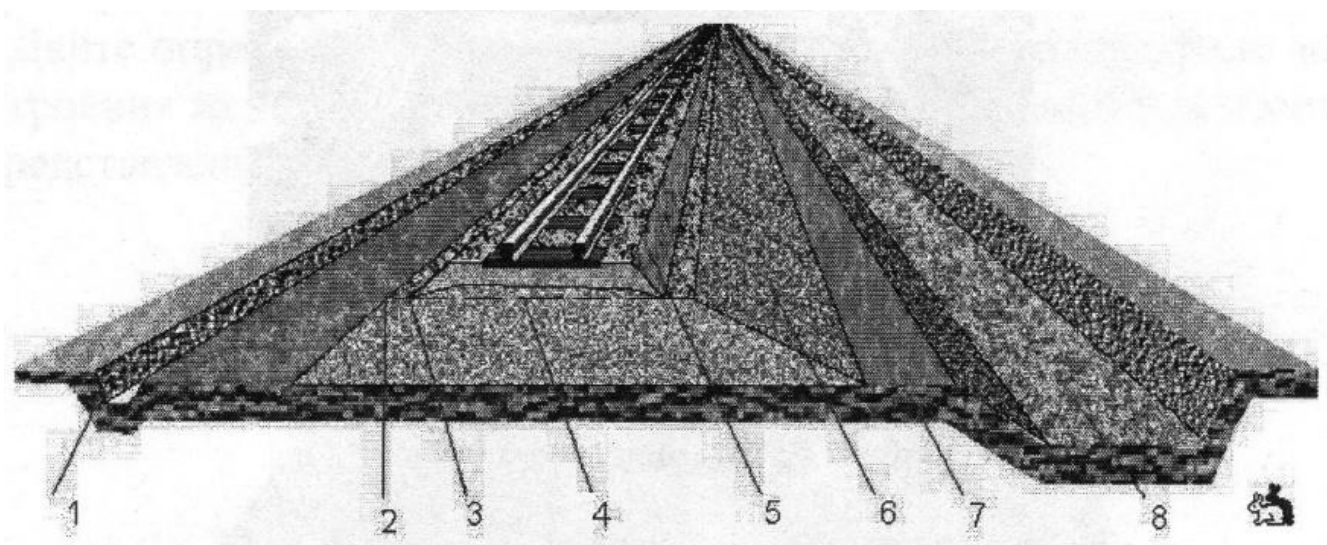

Рис. 35. Разрез поперечного профиля земляного полотна
1. Дайте определение и характеристику поперечного профиля земляного полотна, укажите наименования позиций 1-8, представленных на рис. 35.